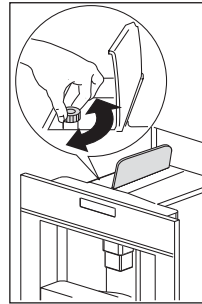

Abb. 21
- Wenn Sie mehr als einen Messlöffel vorgemahlenen Kaffee einfüllen und der Pulverschacht verstopft, schieben Sie den Kaffee mit einem Messer nach unten (Abb. 21). Nehmen Sie dann die Brühgruppe heraus und reinigen Sie sie und das Gerät wie im Abschnitt „Reinigung der Brühgruppe“ erläutert.